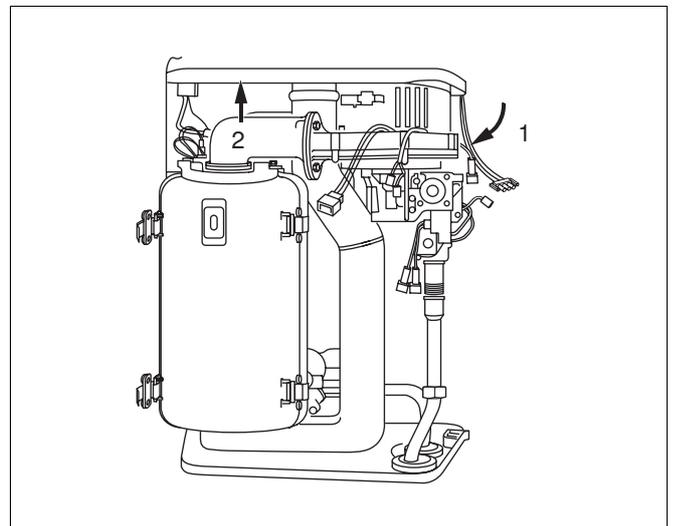

Abb. 53 Luftverbundeinheit entfernen
- Luftverbundeinheit "KombiVENT" nach vorn schwenken (Abb. 53, Pos. 1).
- Luftverbundeinheit "KombiVENT" aus dem Bajonettverschluss nach oben wegziehen (Abb. 53, Pos. 2) und nach vorne aus Gerät entfernen.